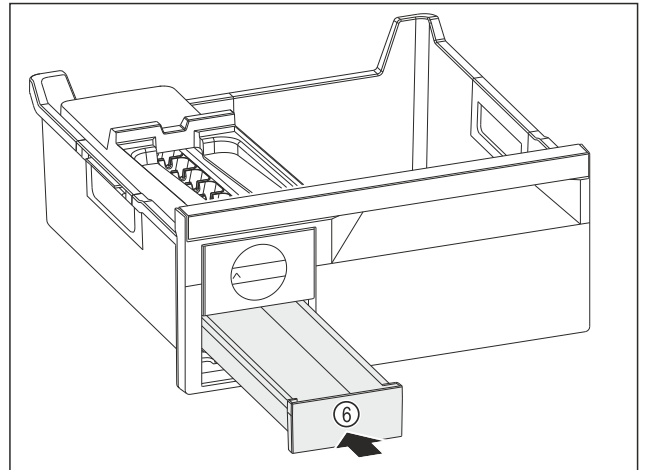

Fig. 87
- ▶ Eiswürfelschubfach Fig. 87 (6) einschieben.